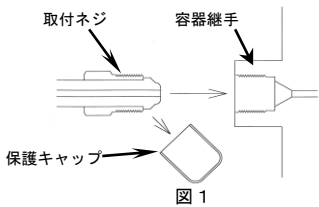

図 1
- ①圧力調整器取付部についている保護キャップを必ず取り外してください。この時、取付部の当たり面に損傷、ゴミ等の付着物が無い事を確認してください。
- ②入口継手先端を容器継手穴奥に突き当て、取付ナットを手で一掴まで締め込みます。（図1参照）
- ③入口継手二面部で固定しながら専用の固定スパナを用いて、②の状態から10～15°程度まで確実に締め付けてください。